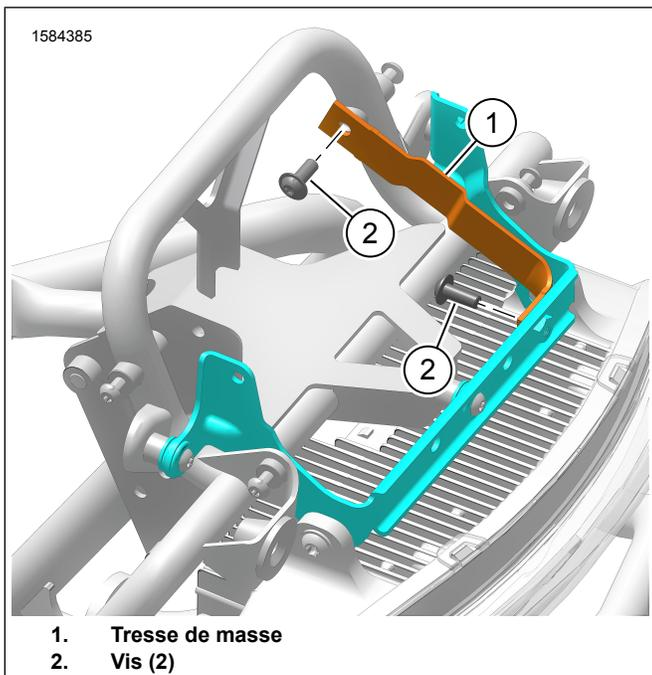

Figure 4. Tresse de masse
2. Voir la figure 4. Installer la tresse de masse (1).
3. Poser les vis (2). Serrer.